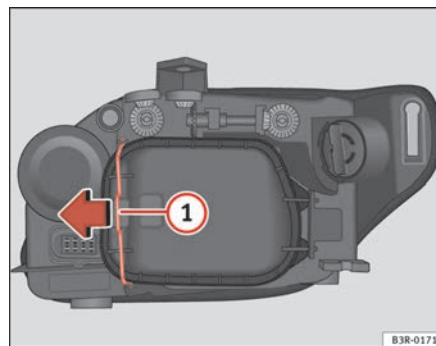

Fig. 197 Luci di posizione (lato interno veicolo)
- Far scorrere il tirante ⇒ pag. 266, fig. 197 ① nel senso della freccia e sfilare la copertura separando prima il lato del tirante ed estraendo dopo le due linguette dell'estremità opposta.